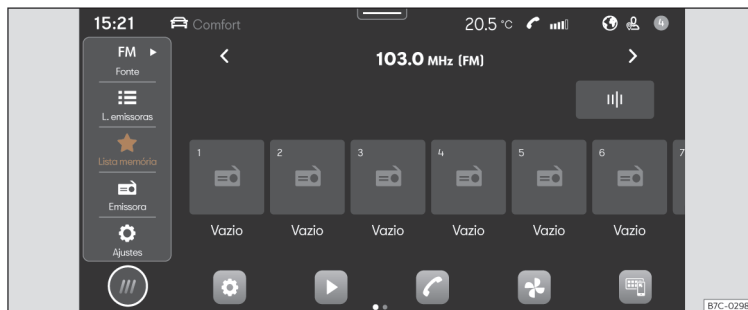

Fig. 127 Esquema: Vista Rádio
- Pressione **HOME** > >>> **Fig. 127**.